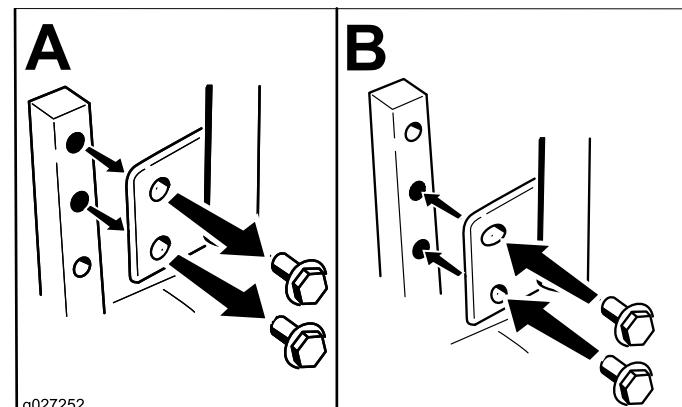

Bild 23
Die Höhe der Fahrantriebshebel kann für den optimalen Bedienerkomfort nach oben oder unten angepasst werden (Bild 23).
2. Lösen Sie die untere Schraube genug, um den Schalthebel nach vorne oder hinten zu drehen (Bild 23). Ziehen Sie beide Schrauben fest, um den Schalthebel in der neuen Stellung zu arretieren.